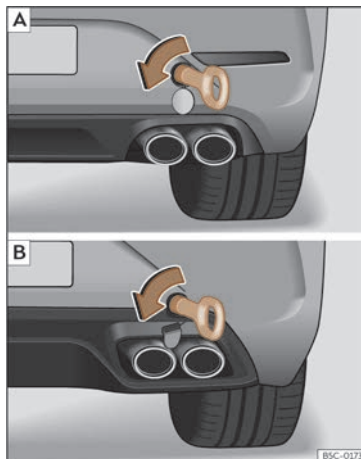

Fig. 50 A la part dreta del para-xocs del darrere: argolla de remolc enroscada. [A] Leon Sportstourer; [B] Leon.
- Enrosqueu l'argolla de remolc a l'allotjament girant-la al màxim **en el sentit contrari al de les agulles del rellotge**» **fig. 50** » ❶. Utilitzeu un objecte adequat amb el qual pugueu enroscar completament i fermament l'argolla de remolc en el seu allotjament.
❶ COMPTE!